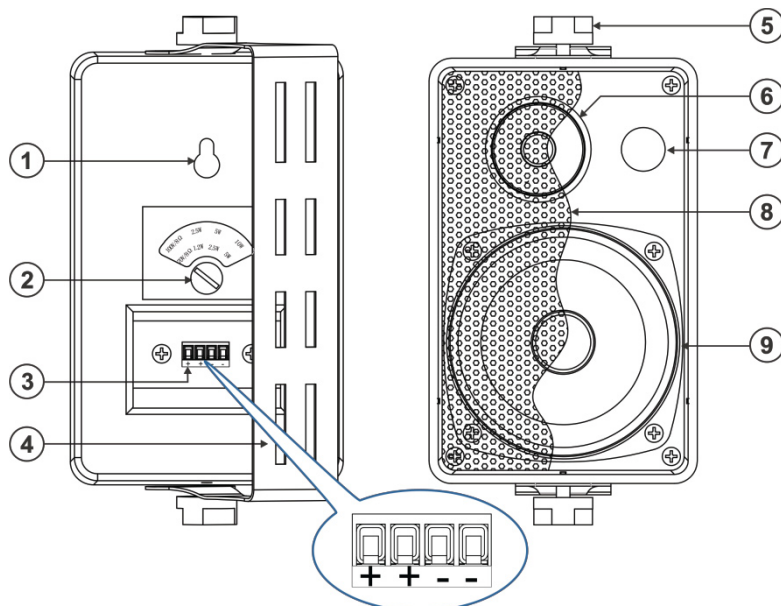

Рис. 1.
5. Подсоедините к паре клемм «+» и «-» на задней панели (см. рис. 1) провода в следующем порядке: